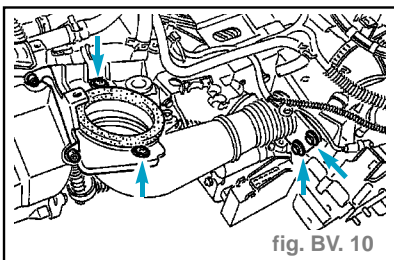

fig. BV. 10
- la capote d'air frais. (fig. BV. 10)